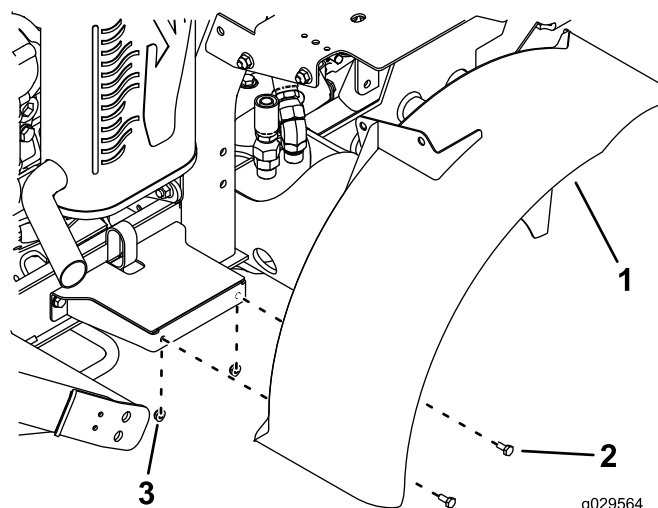

Figura 22
14. Monte, sem apertar, a parte lateral do guarda-lamas direito ao guarda-lamas com dois parafusos (1/4 pol. x 5/8 pol.) e duas porcas de (1/4 pol.), tal como se ilustra na Figura 22.
15. Monte, sem apertar, o suporte na parte de cima do guarda-lamas ao suporte do depósito de combustível. Utilize dois parafusos de 3/8 x 3/4 pol. e duas porcas de 3/8 polegada, tal como se ilustra na Figura 22.